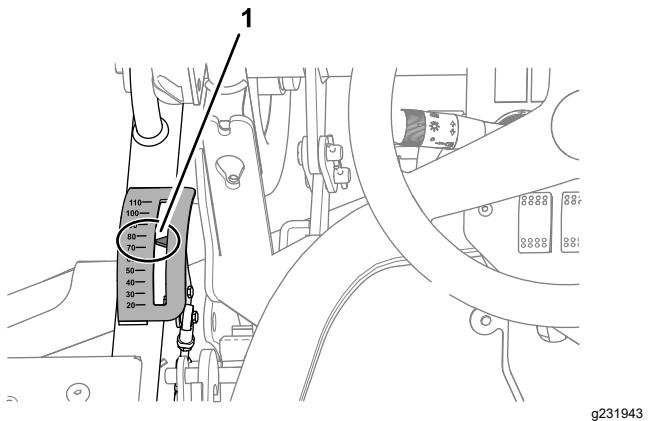

Figura 124
- Regolate l'altezza di taglio su 75 mm (Figura 124).